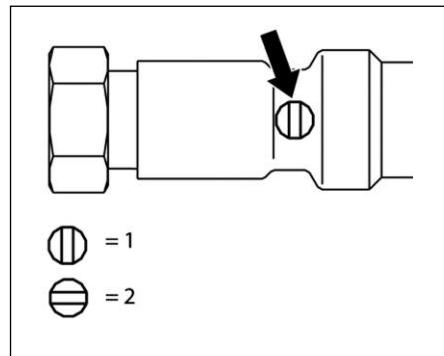

Fig. 27: Ventilul de sens
1. Închideți robinetul de umplere (nu este inclus la livrare) de la racordul (6).
2. Deschideți ventilul de sens (1) (fig. 27).
3. Robinetii sferici (3) și (4) trebuie să fie deschiși.
4. Deschideți încet robinetul de umplere și golire (5) (maneta paralelă cu conducta) și umpleți instalația până se obține presiunea dorită.
5. Aerisiți instalația prin ventilul de aerisire (2).
6. După umplere și aerisire, manevrați ventilul de sens (1) în poziția de funcționare (fig. 27) și închideți robinetul de umplere și golire (5).